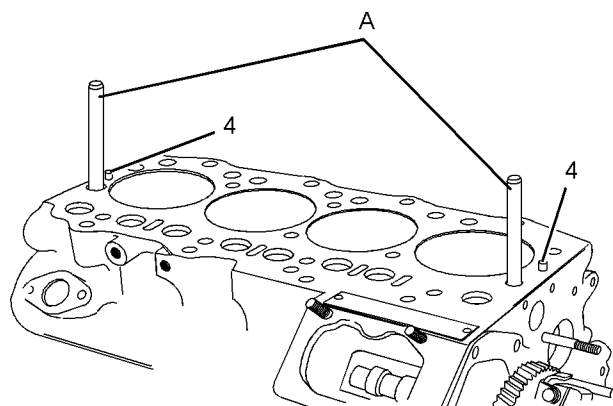

Ilustración 237
3. Inspeccione las espigas (4) para ver si tienen daños. Si es necesario, reemplace las espigas en el bloque de motor.
4. Instale la herramienta (A) en el bloque de motor. Consulte la ilustración 237.
5. Asegúrese de que la nueva empaquetadura de culata de cilindro (3) sea del mismo espesor que la empaquetadura de culata de cilindro que se quitó previamente. El número que se muestra indica el espesor de la empaquetadura de culata de cilindro en la posición (X). Consulte Especificaciones, "Culata de cilindro" para obtener más información.
6. Alinee la empaquetadura de culata de cilindro (3) con la herramienta (A) y con las espigas (4). Instale la empaquetadura de culata de cilindro en el bloque de motor.